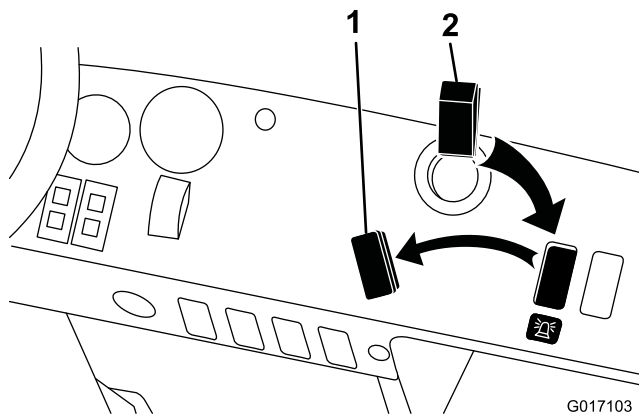

Figura 1
1. Retire el tapón del hueco de montaje del interruptor en el salpicadero (Figura 1).
3. Introduzca el interruptor de la baliza en el hueco del salpicadero (Figura 1).